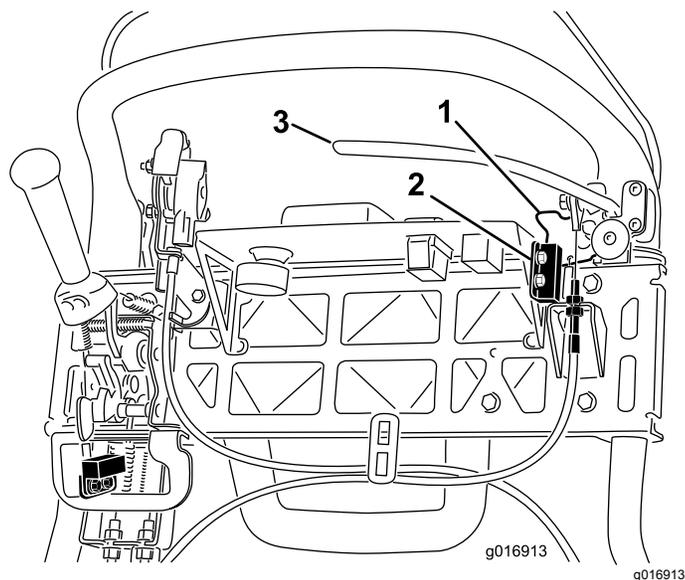

図 42
4. インタロックスイッチを固定しているねじをゆるめる 図 42。
5. 駐車ブレーキのラッチとインタロックスイッチとの間に厚さ 1.6mm のシムをはさむ 図 42。